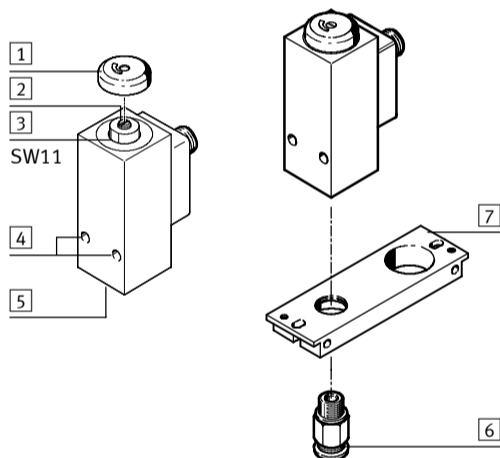

Fig. 1
Wandbefestigung → Fig. 1
**Befestigung mit Montageplatte → Fig. 1**